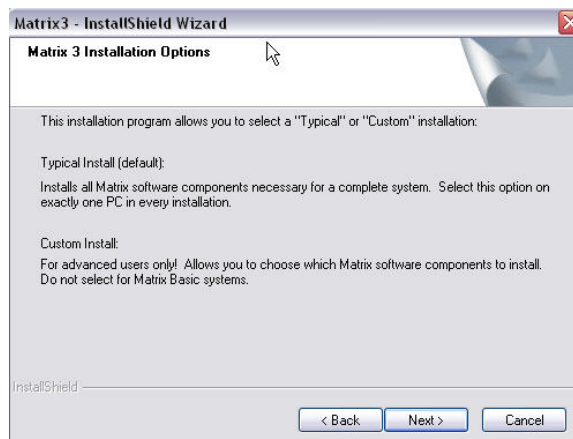

FIG. 5
5. Después de hacer clic en SIGUIENTE para aceptar el contrato de licencia, aparecerá la pantalla Opciones de instalación (A) que se representa en la FIG. 5. Haga clic en SIGUIENTE.